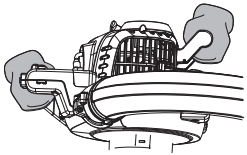
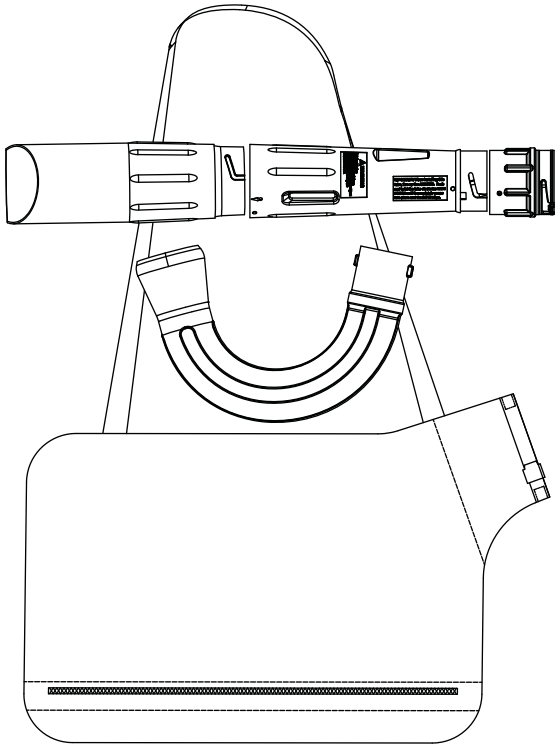

Fig. 10
Fig. 11
- Tenez l'appareil des deux mains lorsque vous utilisez le souffleur à hauteur de la taille ou à des angles difficiles (Fig. 10).
Tenez l'aspirateur avec les deux mains sur la poignée (Fig. 10), en inclinant légèrement le tube d'aspiration et faites de larges mouvements de balayage pour aspirer les débris légers (Fig. 11). Les débris voleront dans le sac aspirateur. Les débris tels que les feuilles et petites branches seront broyés lorsqu'ils passeront l'hélice, ce qui permet au sac de mieux se remplir.